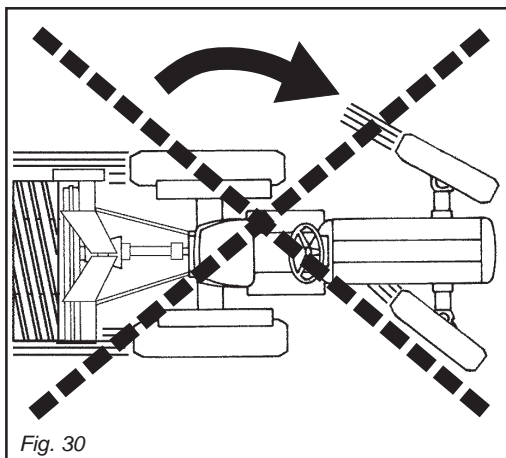
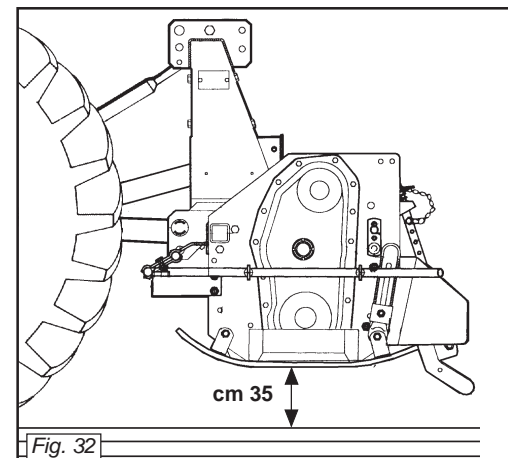

Fig. 30
Fig. 32
Evitare di far girare a vuoto (fuori del terreno) la macchina. Durante il lavoro evitare di effettuare curve con la macchina interrata, ne tantomeno lavorare in retromarcia (Fig. 30, 31). Sollevarla sempre per i cambiamenti di direzione e le inversioni di marcia. Durante il trasporto, od ogni qualvolta si renda necessario il sollevamento dell'attrezzatura, è opportuno che il gruppo di sollevamento del trattore venga regolato in modo che la macchina stessa non sia sollevata da terra per più di 35 cm circa (Fig. 32).
*Never allow the machine to operate out of the soil. During work, avoid turning corners while the implement is soil working. Never work in reverse (Fig. 30, 31). Always raise the implement in order to reverse or change direction. During transport, or whenever the implement must be raised, it is advisable to adjust the lift unit of the tractor so that the implement itself is not raised more than about 35 cm from the ground (Fig. 32).*
Évitez de faire tourner l'appareil à vide (hors du sol). Pendant le travail évitez les virages quand la houe est enterrée ou bien en marche arrière. Relevez toujours l'appareil lors des changements de direction et des inversions de marche (Fig. 30, 31). Pendant le déplacement et chaque fois qu'il faut relever la houe, veillez à ce que le groupe de relevage du tracteur soit réglé de manière à la soulever au moins de 35 cm (Fig. 32).
Vermeiden Sie es, die Maschine unbelastet (außerhalb der Erde) laufen zu lassen. Wenn das Gerät unterirdisch arbeitet, keine Kurven fahren und auch nicht rückwärts fahren (Abb. 30, 31). Das Gerät zum Ändern der Richtung und zum Wenden immer ausheben. Während des Transportes, jedesmal wenn das Ausheben des Gerätes erforderlich wird, sollte der Kraftheber des Schleppers immer so eingestellt werden, daß das Gerät nicht mehr als circa 35 cm Abstand vom Boden aufweist (Abb. 32).
Evitar hacer girar en vacío (no apoyada sobre el terreno) la máquina. Durante el trabajo evitar efectuar curvas con la máquina enterrada y no trabajar marcha atrás. Alzarla siempre para cambiar de dirección y para las inversiones de marcha (Fig. 30, 31). Durante el transporte, cada vez que se hace necesario alzar el equipo, es conveniente que el grupo de elevación del tractor se regule en modo tal que el equipo mismo no se alce desde el suelo más de 35 cm aprox. (Fig. 32).